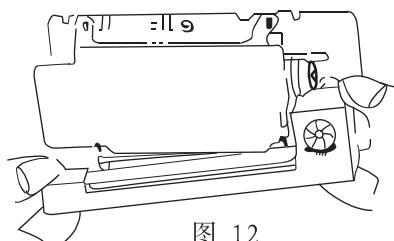

图 12
(2) 从打印机头上轻轻取下旧色带盒(见图12)。注意：请先抬起色带盒的左端，然后再抬起色带盒的右端，取下色带盒。
(3) 换新的色带盒。首先将色带盒的右端轻轻放在机头右端的齿轮轴上，左端稍微抬起，不要放下。这时如发现色带盒右端未落到底，请用手指按住色带盒上的旋钮，顺时针方向稍微转动一下，直到色带盒的右端落到底后再放下色带盒的左端。请检查色带是否拉直，或色带还露在色带盒的外面，可再旋动色带盒上的旋钮，直到把色带拉入色带盒内并拉直为止。当没有纸在机头里时，更换色带更加容易。